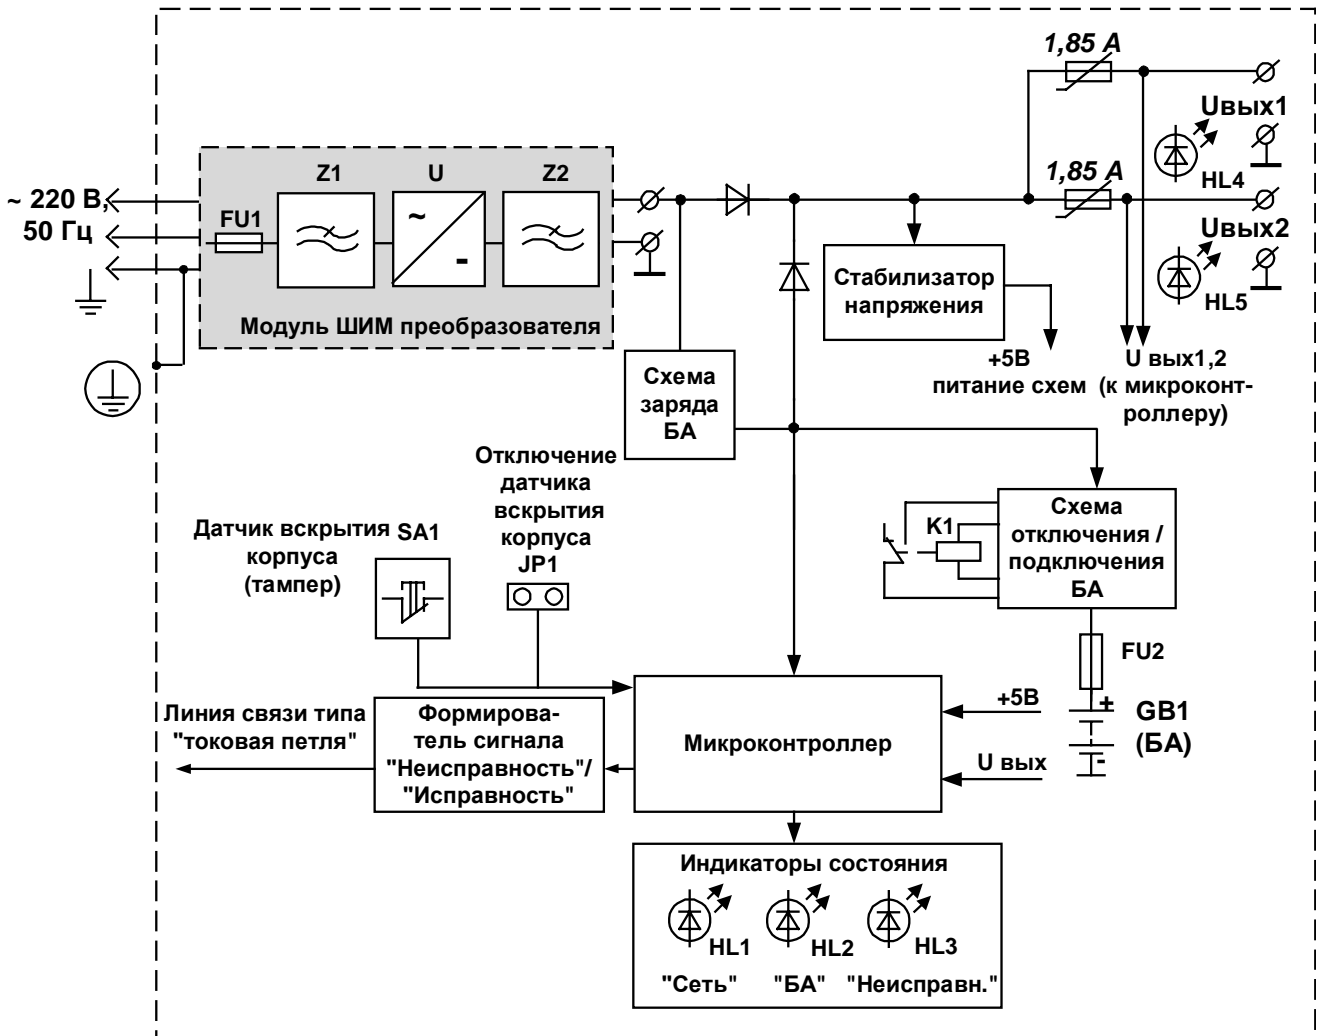
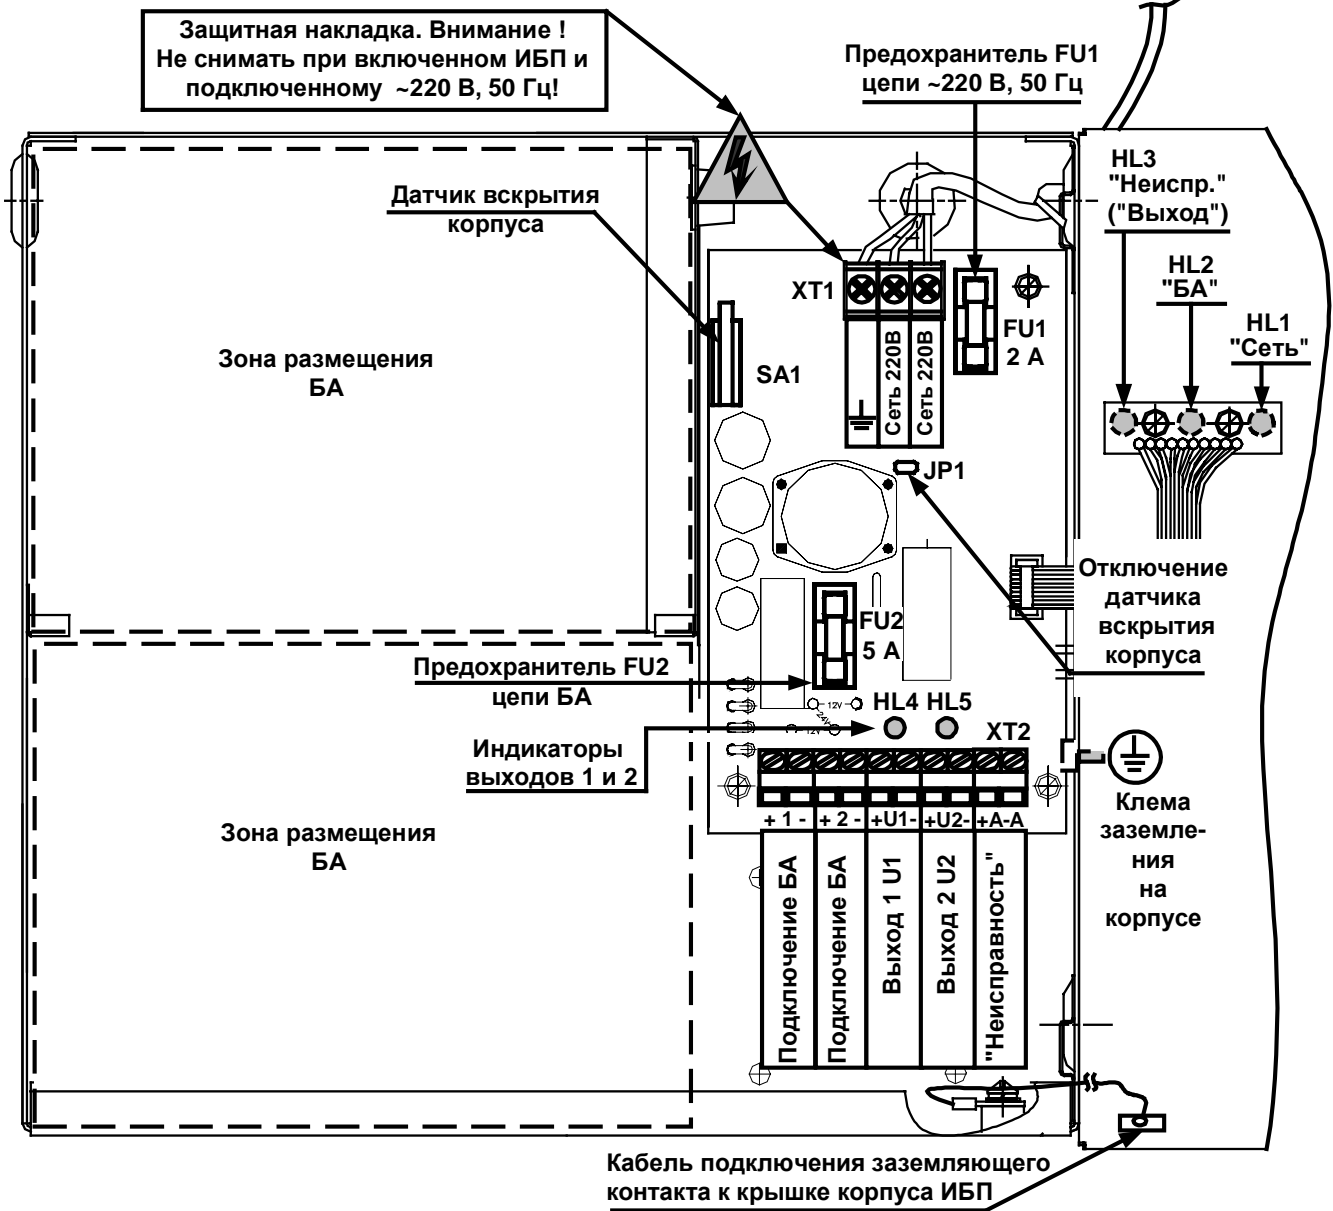
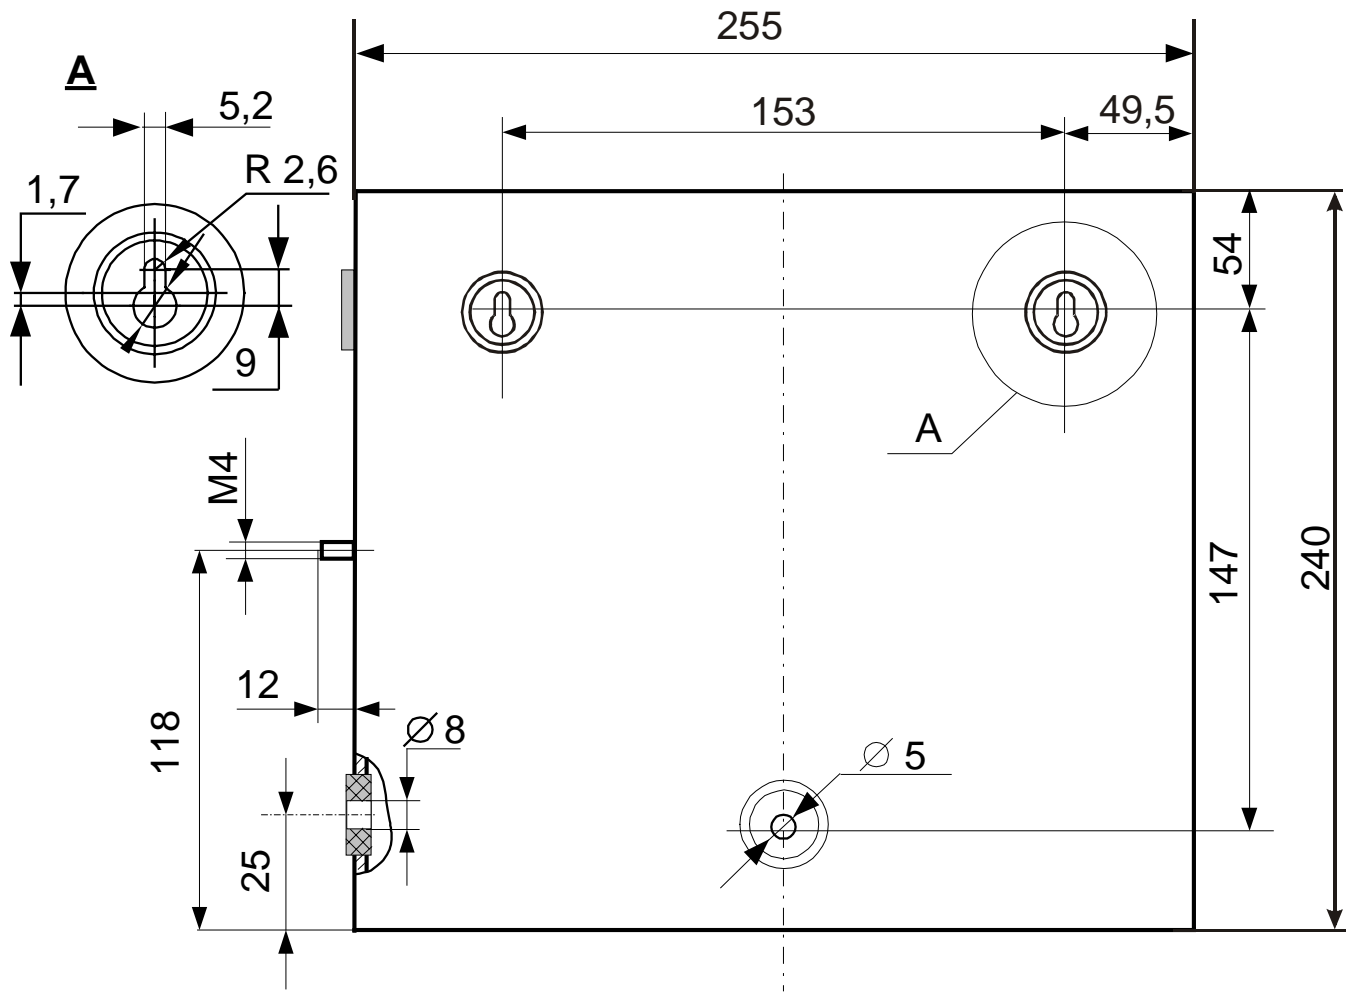

Рис. 1 Схема электрическая функциональная ИБП 12 / ИБП-24
Рис. 2 Внешний вид ИБП со снятой крышкой
Рис. 7 Присоединительные размеры ИБП 12 / ИБП-24 (справочные)
4.2 Электрическая функциональная схема ИБП представлена на Рис. 1. В ее состав входят следующие узлы и блоки:
Напряжение сети переменного тока подается на вход модуля ШИМ преобразователя (Рис. 1), плата которого расположена под платой с клеммами разъемов подключения (см. Рис. 2).
В состав модуля ШИМ преобразователя входят: входной фильтр **Z1**, импульсный преобразователь переменного напряжения питания ~220В, 50 Гц в постоянное **U** и выходной фильтр **Z2**. Входные цепи модуля питания защищены предохранителем **FU1** (2А), см. Рис. 2. Модуль обеспечивает гальваническую развязку от питающего напряжения переменного тока и выдает на выходе напряжение постоянного тока – 27,6 В(ИБП-24) или 13,6 В(ИБП-12).
Внешний вид ИБП со снятой крышкой показан на Рис. 2. Корпус блока имеет на боковых сторонах вентиляционные отверстия для отвода тепла. Габаритные и присоединительные размеры ИБП показаны на Рис. 7. Для обеспечения заземления корпуса ИБП предусмотрена заземляющая клемма с резьбой М4, расположенная на боковой поверхности основания корпуса. Соединение крышки и основания корпуса осуществляется проводником (цвет желто-зеленый) посредством разъема на внутренней стороне крышки корпуса. При снятии разъема (в случае необходимости), впоследствии соединение необходимо восстановить.
6.4.1 На месте установки ИБП крепится к стене или другим конструкциям в вертикальном положении. При установке необходимо следить за тем, чтобы не были закрыты вентиляционные отверстия по бокам другими устройствами или блоками. Присоединительные размеры ИБП приведены на Рис. 7.
6.4.6 Корпус ИБП должен быть обязательно заземлен! Подключение заземления ИБП производится медным проводом сечением не менее 1,5 мм² к винту на правой стороне корпуса или с помощью сетевой вилки с заземляющим контактом, вывод от которого присоединен к клемме заземления Рис. 2. В случае подключения заземления к винту корпуса – отключить провод заземления от клеммы \perp на разъеме ХТ1 и изолировать его.